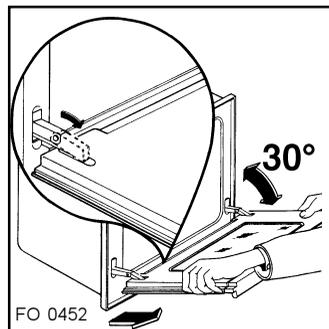

Fig. 6 FO 0452
- refermez la porte de façon à lui faire toucher les languettes, pousser de nouveau la porte comme si vous vouliez la fermer et tirez-la vers l'extérieur en l'enlevant de son support (Fig. 6);